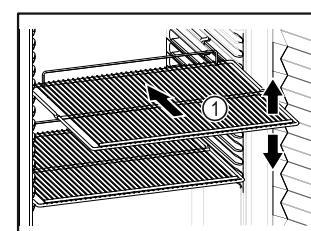

Fig. 47 Príklad zobrazenia
- Ak sa dajú odkladacie rošty Fig. 47 (1) premiestniť, prispôsobte výšku.